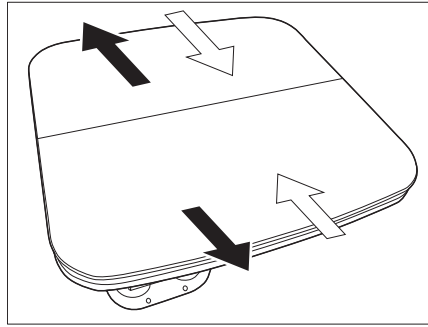

Bild 100 Dra isär ytterdelar
- Dra isär bordets ytterdelar (Bild 100 - svarta pilar).
- Skjut ihop bordets ytterdelar (Bild 100 - vita pilar).